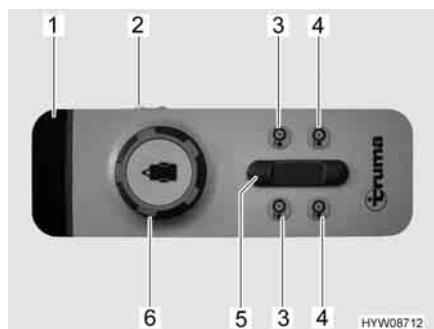

Fig. 13 Telecomando
Il veicolo viene comandato tramite un pomello girevole e un regolatore a scorrimento posizionati sul telecomando (Fig. 13). La seguente tabella descrive la funzione dei singoli elementi di comando/indicazione:
- Spostare l'interruttore a scorrimento (Fig. 13,2) del telecomando su "ON". Il LED verde 4 (Fig. 13,1) lampeggia per circa 5 secondi, quindi rimane acceso. Il sistema di manovra è ora pronto all'uso.
- Su entrambi i lati, avvicinare i rulli di trasmissione alle ruote, premendo contemporaneamente gli appositi tasti (Fig. 13,4) per circa 3 secondi.
- Spostare il veicolo nella posizione desiderata tramite il pomello girevole (Fig. 13,6) e il regolatore a scorrimento (Fig. 13,5). Il veicolo viene movimentato e frenato senza problemi.
- Sui due lati, ruotare i rulli di trasmissione retraendoli dai pneumatici. A tale scopo, premere gli appositi tasti (Fig. 13,3) per circa 3 secondi.
- Spostare l'interruttore a scorrimento (Fig. 13,2) del telecomando su "OFF".